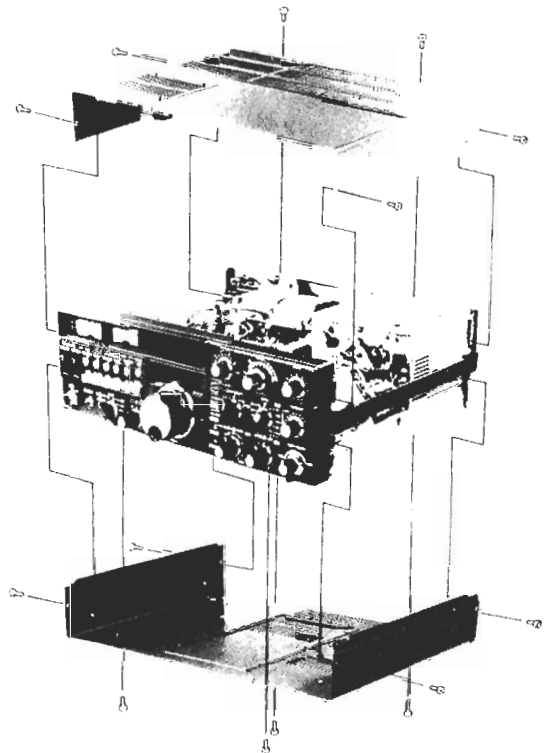

Figura 1
1. Desconecte el transceptor de la fuente de potencia. Remueva los dos tornillos que sujetan la agarradera y luego los 14 tornillos que unen las cubiertas superior e inferior como se muestra en la Figura 1.